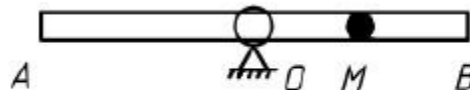

Рис. 2.1
1. Трубка AB вращается вокруг оси O , перпендикулярной к ней, с постоянной угловой скоростью $\omega = 4\pi \text{ рад/сек}$. Внутри трубки колеблется шарик по закону $s = OM = 2 \sin(\pi t)$, (s – в см, t – в сек) (рис. 2.1). В моменты $t_1 = 1/6$ сек и $t_2 = 5/3$ сек определить: 1) абсолютную скорость шарика; 2) его абсолютное ускорение